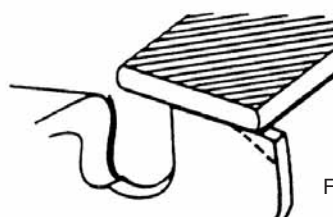

Fig. 4-4
- 4) Afrund fronthjørne for at opretholde den originale form på dybdemål efter brugen af dybdemålværktøjet. Følg altid den anbefalede dybdemåls indstilling, som findes i vedligeholdelsesmanualen eller betjeningsmanualen for din sav. (Fig. 4-4)